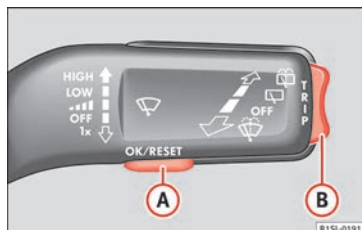

Bild 33 Vindrutetorkarspak: Kontrollknappar.
- Om ett meddelande eller en symbol visas trycker du på **OK/RESET** (» bild 33 A).
- Tryck på den övre eller nedre delen av vip-pomkopplare » bild 33 B tills önskad funktion visas.